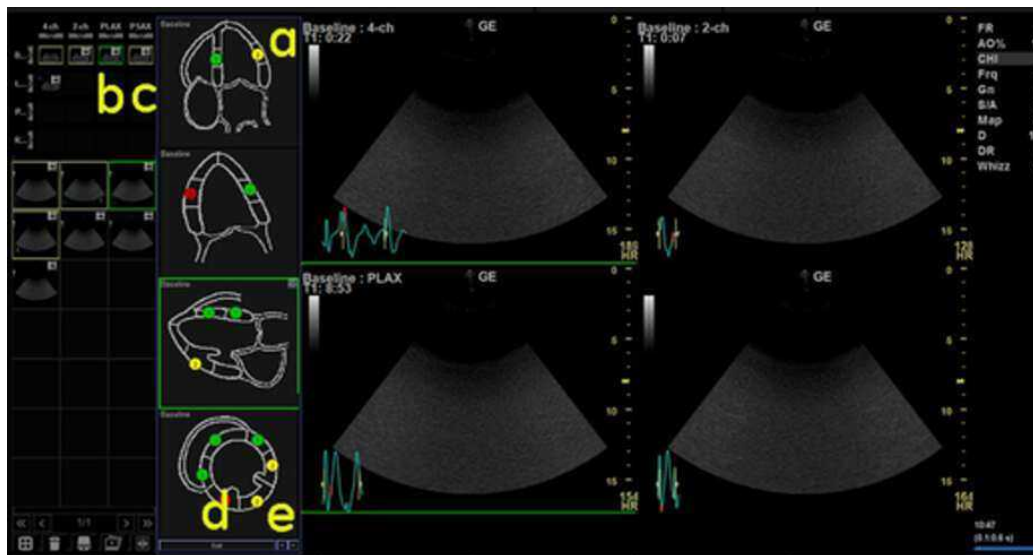

Abbildung 13-12. Analyse-Bildschirm
3. Um andere Gruppen aufzurufen, verschieben Sie den Cursor mit dem **Trackball** zu den Pfeilen unten im Wandsegment-Fenster. Wählen Sie einen Pfeil aus, um eine andere Gruppe aufzurufen. Weitere Informationen hierzu finden Sie unter Erläuterung F in Abbildung 13-12.